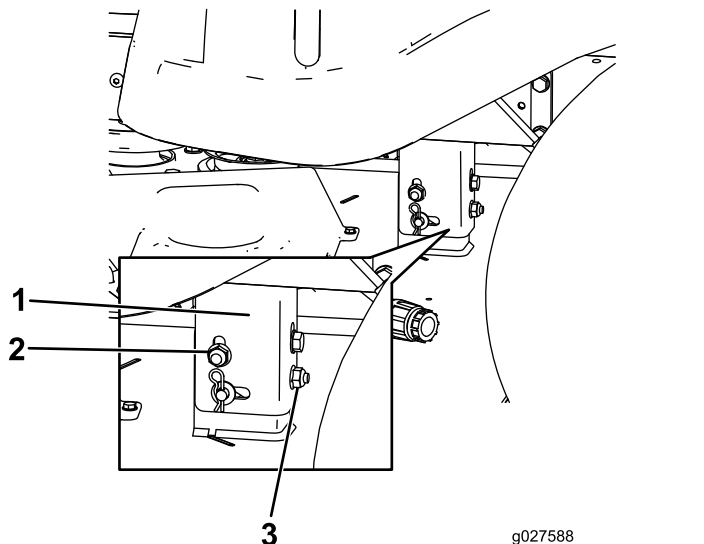

Figura 60
8. Eleve o baje el lado izquierdo de la carcasa de corte girando la tuerca trasera (Figura 60).
Nota: Gire la tuerca trasera en sentido horario para elevar la carcasa de corte; gire la tuerca trasera en sentido antihorario para bajar la carcasa de corte. (Figura 60).